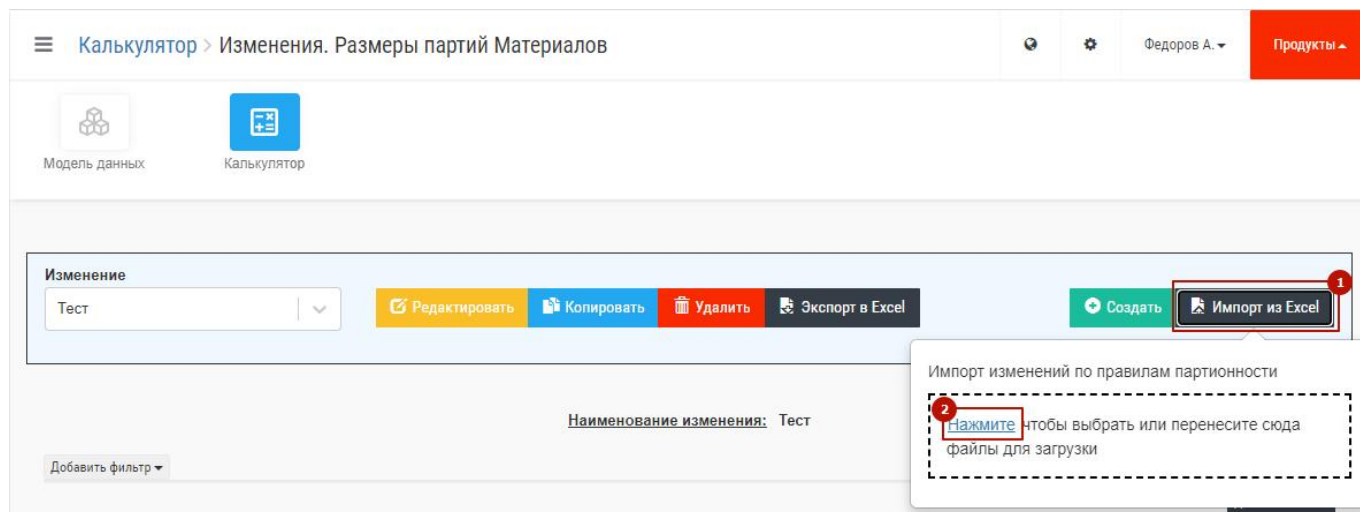

Рис. 56 – Загрузка изменения по размерам партий
- нажать кнопку «Импорт из Excel». Затем в появившемся окне нажать на ссылку «Нажмите» (1 + 2 на Рис. 56). Откроется окно проводника Windows в котором необходимо выбрать файл, который требуется загрузить и нажать на кнопку проводника «Открыть».